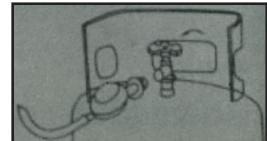

Fig. 3
3. Aprire la valvola angolare della bombola del gas ruotandola verso sinistra. (Fig. 3)